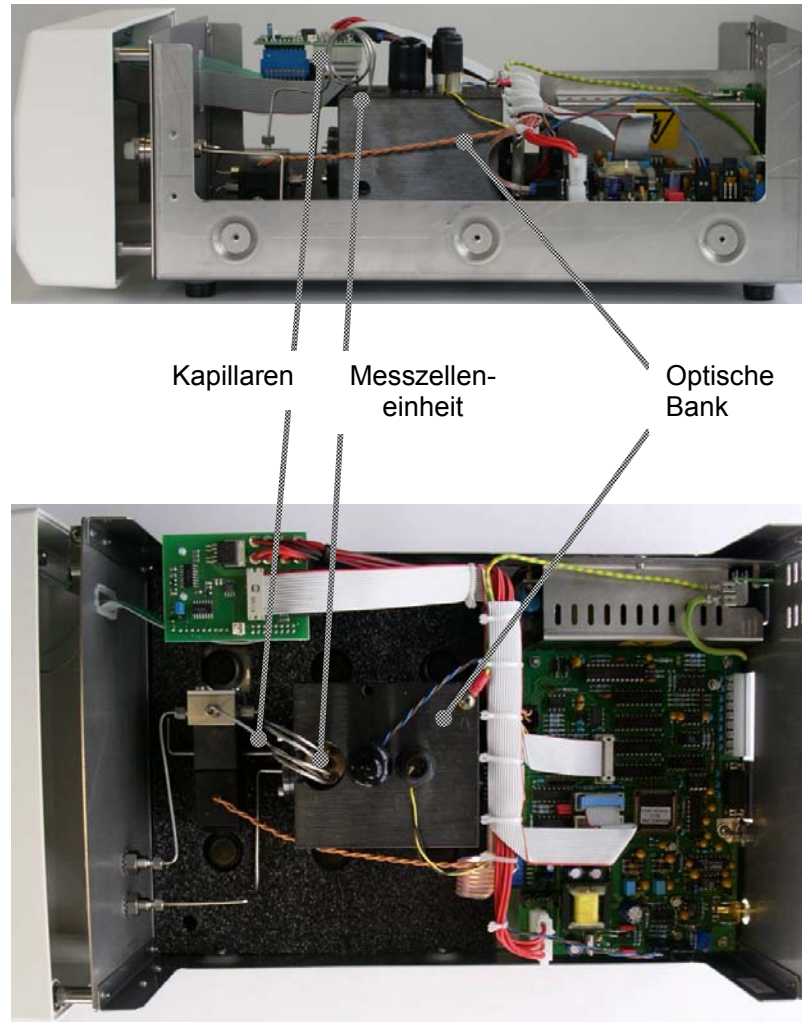
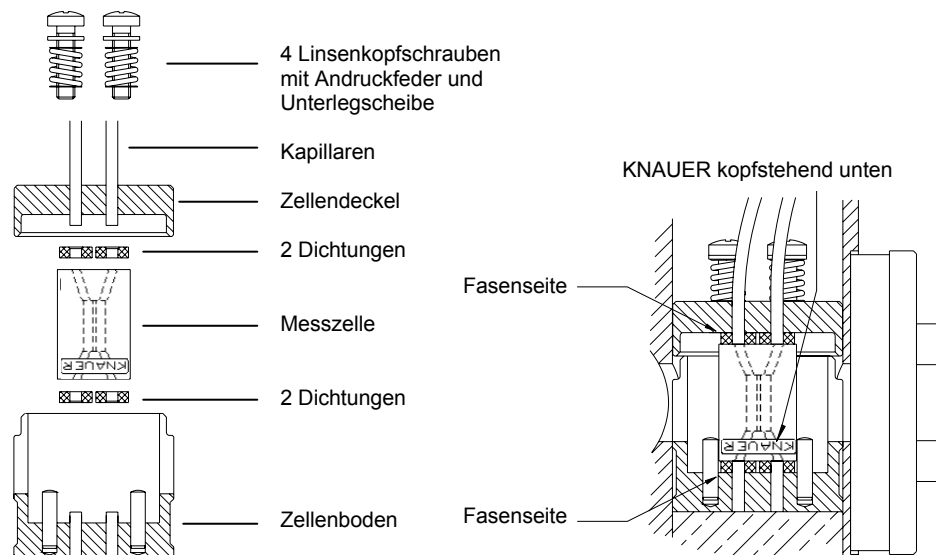

Abb. 19 Einbaulage der Messzelle im RI Detector 2400
Abb. 21 *Aufbau der Messzelle des RI Detector 2400 (links) und Einbaulage in der optischen Bank (rechts)*
5. Lokalisieren Sie die Messzelle im Inneren des Gehäuses. Die Messzelle ist von oben in die optische Bank eingebaut und mit vier federbelasteten Schrauben befestigt (Abb. 19 und Abb. 21).
2. Setzen Sie die Messzelle unter Beachtung der Lage (vgl. Abb. 21) in das Messzellegehäuse ein. Bei richtiger Orientierung ist der Schriftzug KNAUER über Kopf stehend auf der Zelle unten.